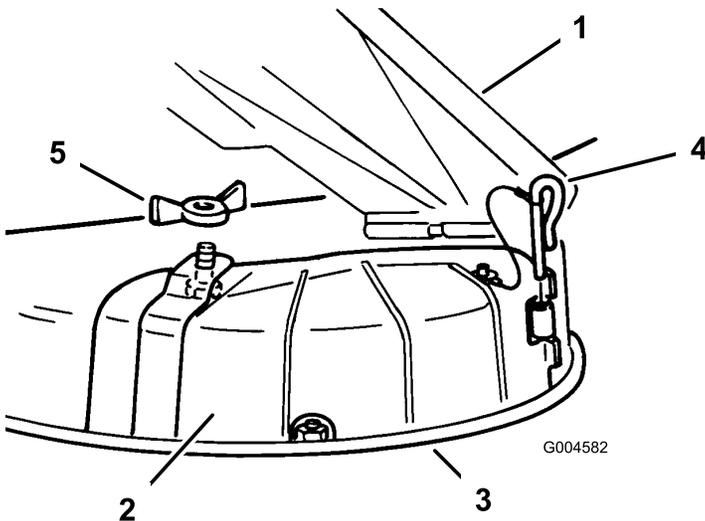

Bild 25
3. Entfernen Sie die Flügelmuttern und die Schraube, mit denen die Abdeckung befestigt ist (Bild 25).
4. Entfernen Sie die Scharnierstifte, mit denen die Abdeckung am Mähwerk befestigt sind (Bild 25).
3. Heben Sie das Ablenkblech hoch und legen die Auswurfkanalabdeckung über die Öffnung und auf die untere Lippe des Mähwerks, wobei Sie die Abdeckung gleichzeitig in das vordere Scharnier stecken (Bild 25).
4. Schieben Sie den Scharnierstift durch das Scharnier (Bild 25).
5. Befestigen Sie die Auswurfkanalabdeckung mit der Flügelmutter am Mähwerk (Bild 25).